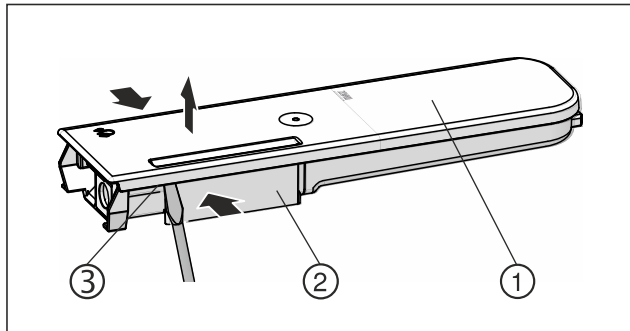

Fig. 128
- ▶ Trykk sammen vannbeholderen Fig. 128 (2) og jekk lokket Fig. 128 (1) forsiktig over låsetappene Fig. 128 (3) og trekk det opp.
- ▶ Flytt lokket Fig. 128 (1) litt fram og tilbake, og ta det av oppover.